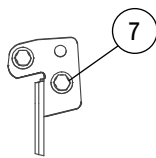

Рисунок 2
- для подовження платформи необхідно виконати їх з'єднання з обох боків за допомогою 2 болтів з шестигранною головкою M8x16 і гайок з шестигранною головкою M8 (рис. 2).